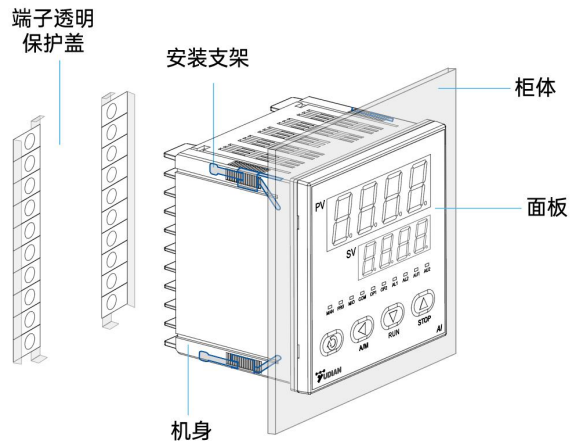

图 2
- ② 将仪表插入面板安装孔，将安装支架从外壳开口侧压入，暂时固定主体（图 2）。
- ③ 紧固安装支架和端子接线时，请将紧固扭矩设为  $0.39\sim 0.58\text{N}\cdot\text{m}$ 。